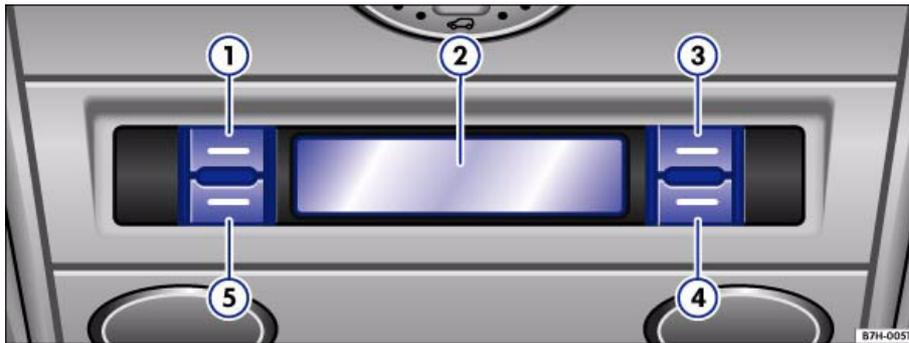

Abb. 93 Ausschnitt vom Dachhimmel: Bedienelemente der Standheizung
1. Drücken Sie bei eingeschalteter Zündung die Taste ⇒ Abb. 93 (5).
2. Wählen Sie mit der Taste (3) das Symbol (4) („Zeitschaltuhr“) aus und drücken Sie Taste (5).
3. Wählen Sie mit den Tasten (3) und (4) einen Speicherplatz aus. Im Display erscheint, je nach ausgewähltem Speicherplatz, **Timer 1, Timer 2, ..., Timer 5, NO Timer**.
4. Drücken Sie die Taste (4), um die Einschaltzeit auf einem Speicherplatz (z. B. **Timer 1**) einzustellen.
5. Wählen Sie mit der Taste (3) den Tag aus und stellen Sie ihn mit der Taste (4) ein.
6. Wählen Sie mit der Taste (3) die Stunden aus und stellen Sie sie mit der Taste (4) ein.
7. Wählen Sie mit der Taste (3) die Minuten aus und stellen Sie sie mit der Taste (4) ein.
8. Drücken Sie die Taste (5), um die Einstellungen zu speichern und die Standheizung zum eingestellten Zeitpunkt einzuschalten **oder** drücken Sie die Taste (4), um die Einstellungen zu speichern **ohne** das die Standheizung zum eingestellten Zeitpunkt anläuft. ◀
- Drücken Sie bei eingeschalteter Zündung die Taste ⇒ Seite 131, **Abb. 93** **5**.
- Eine durch die Zeitschaltuhr eingeschaltete Standheizung kann entweder über die Taste ⇒ Seite 131, **Abb. 93** **4** am Display oder über die Funk-Fernbedienung³⁵⁾ ⇒ Seite 133 vorzeitig ausgeschaltet werden.